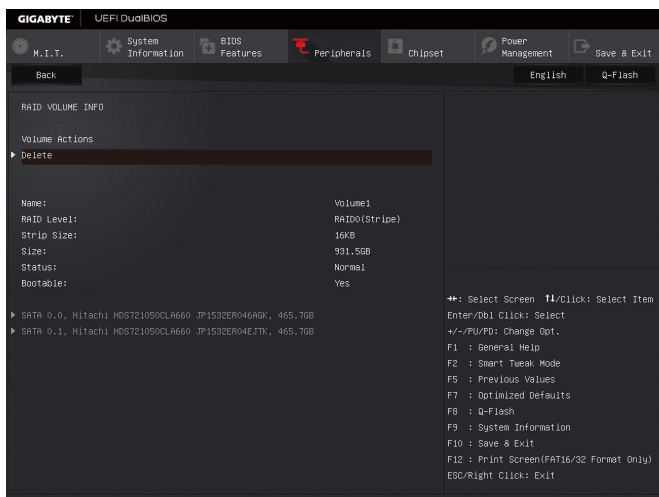

图7
完成后画面将恢复「Intel(R) Rapid Storage Technology」画面,即可在「RAID Volumes」处看到建立好的磁盘阵列。若要检视更详细的数据,可在该磁盘阵列上按<Enter>键,即可看到例如磁盘阵列模式、区域大小、磁盘阵列名称及磁盘阵列容量等信息(图7)。